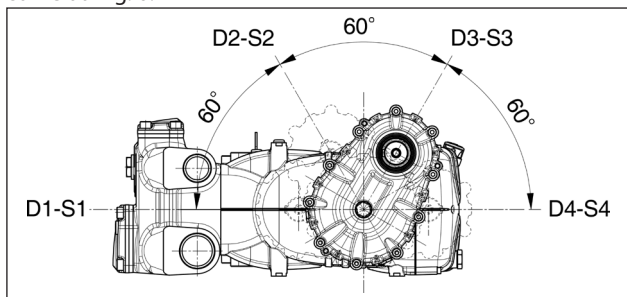

Fig. 6
~ 4,8 litri per le versioni con riduttore nelle pos. ① e ④ (Fig. 6)
È inoltre possibile posizionare il riduttore in 4 posizioni diverse come da Fig. 6.